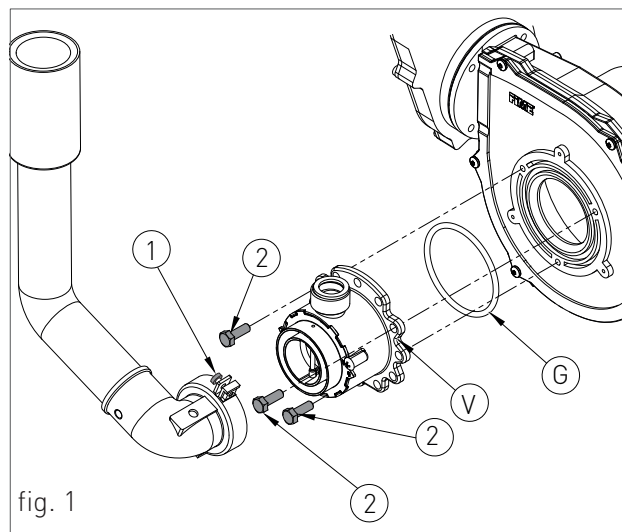

fig. 1
Per verificare lo stato dell'anodo allentare la valvola 'V' (fig.1) situata nella parte superiore del boiler.
Se c'è fuoriuscita di acqua dalla valvola 'V' (fig.1) si deve provvedere alla sostituzione dell'anodo, perchè risulta essere usurato. Alla fine dell'operazione di verifica richiudere la valvola.
- › allentare le due viti '1' (fig.1) dalla boccola di fissaggio, e rimuovere il tubo di aspirazione aria;
- › svitare le tre viti di fissaggio '2' (fig.1) del venturi 'V' (fig.1) con una chiave da 10, tipo come in figura 2;
- › rimontare i componenti procedendo in senso inverso rispetto alle operazioni di smontaggio assicurandosi che venga rimontata la guarnizione 'G' come in fig.1;